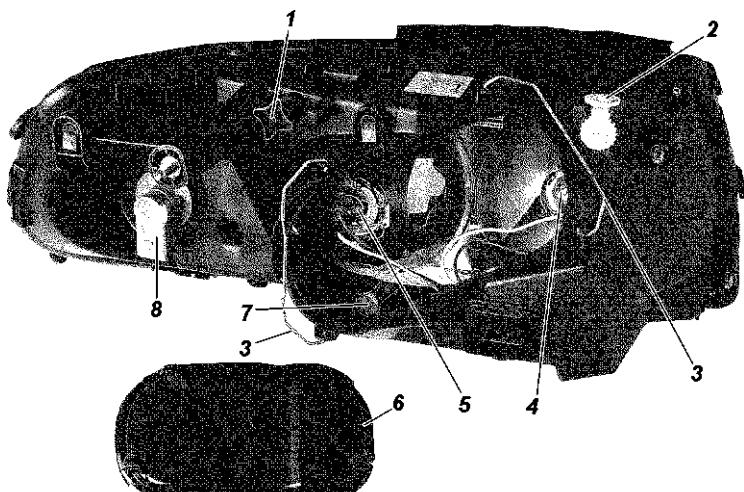

Рис. 14.8. Фара:
3. Включите ближний свет фар и, поочередно закрывая каждую фару, вращением регулировочного винта 1 (рис. 14.8) и регулировочной шестерни 2 добейтесь, чтобы светотеневая граница слева от точек Е и Е' совпадала с линией 1, а справа - с линиями 2 и 2' для левой и правой фар соответственно. Точки перелома светотеневой границы должны совпадать с точками Е и Е'.
**Замена ламп фар.** Для замены лампы указателей поворота снимите колодку с патрона 8 (см. рис. 14.8), поверните патрон по часовой стрелке (для правой фары) или против часовой стрелки (для левой фары) и выньте патрон в сборе с лампой.